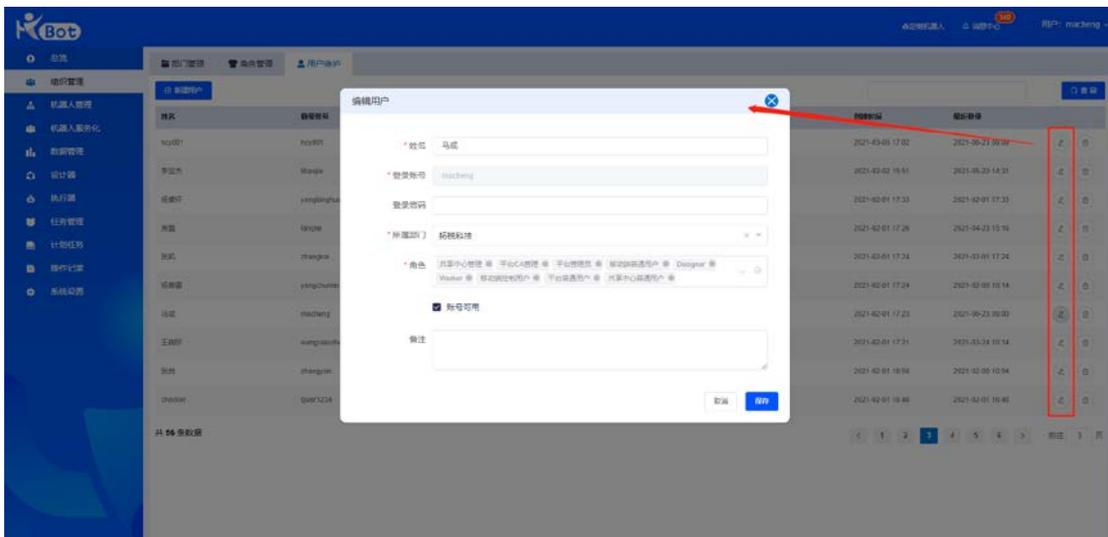

图 22
- **编辑用户：**对已有用户信息进行编辑修改，包括姓名、登录密码、所属部门、角色、备注。如图 22。（关于编辑用户角色，以增加或减少用户的操作权限，在下方“用户权限”模块详细展开说明）。